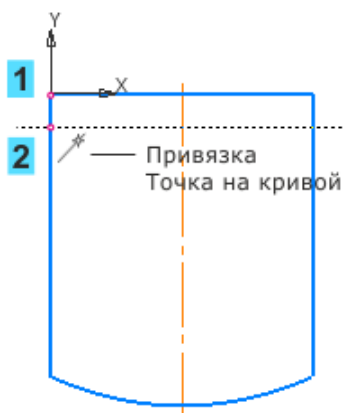

Рисунок 5
- Укажите точку 2, используя привязку Точка на кривой. (рисунок 5)